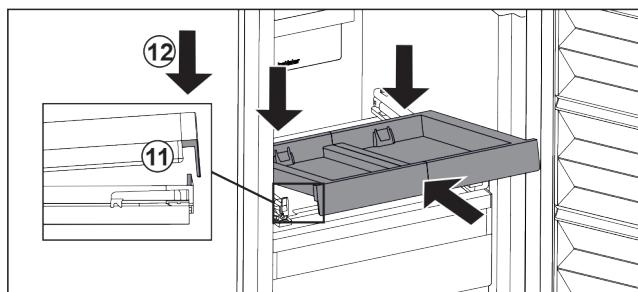

Fig. 33
- ▶ Šikmo zasuňte. Dbejte, aby byl na obou stranách doraz za západkou. Fig. 33 (11)
- ▶ Usaďte vpředu vysouvací přihrádku. Fig. 33 (12)